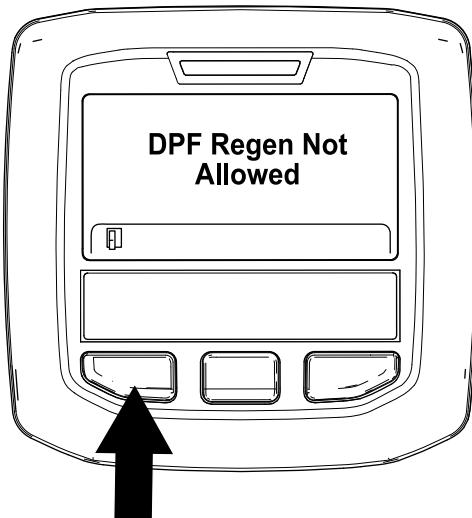

Figura 53
- Se o processo de regeneração não for permitido pelo computador do motor, surge a mensagem “DPF Regen Not Allowed” (Regen. do DPF não autorizada) no InfoCenter (Figura 53). Prima o botão esquerdo para sair para o ecrã inicial.